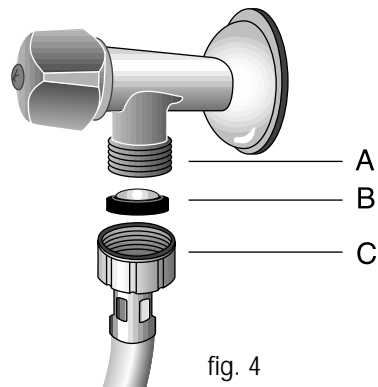

fig. 4
- Plaats filter B (fig. 4) in de slang (C), alvorens deze aan de kraan (A) te bevestigen. Plaats het andere tussenrubbertje tussen de machine en de toevoerslang.